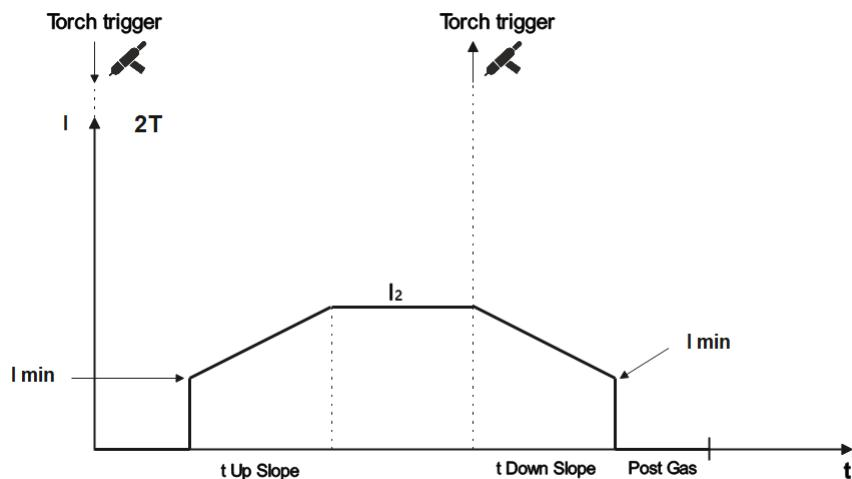

Fig 11.
* 2T – Le gaz commence à s'écouler selon le temps réglé lorsque l'on appuie sur la gâchette de la torche (Torch trigger), et l'arc est établi par LIFTIG (voir Fig.11). Le courant augmente en fonction du temps de UPSLOPE jusqu'à la valeur I_2 . Lorsque la gâchette de la torche est relâchée, le courant diminue en fonction de la valeur du courant de DOWNSLOPE. L'arc s'éteint et le temps de POST GAS commence.
** 4T – Le gaz commence à s'écouler selon le temps réglé lorsque l'on appuie sur la gâchette de la torche (Torch trigger). Lorsque la gâchette de la torche est relâchée, l'arc s'établit automatiquement par LIFTIG (voir Fig. 11). Le courant augmente en fonction du temps de UPSLOPE jusqu'à la valeur I_2 . Lorsque la gâchette de la torche est enfoncée et relâchée, le courant diminue en fonction de temps de DOWNSLOPE. L'arc s'éteint et le temps de POST GAS commence.